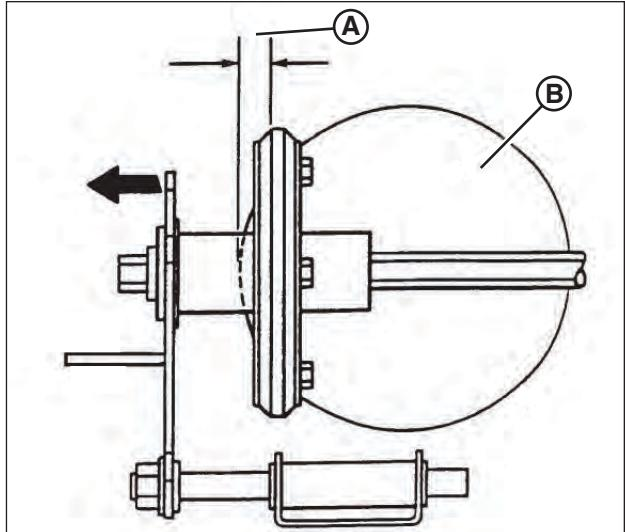

Figure 28 : Réglage approprié du disque entraîné
- Glisser l'ensemble disque entraîné jusqu'à 1/8 po (**A**, **Figure 28**) du bord extérieur du disque d'entraînement (**B**).